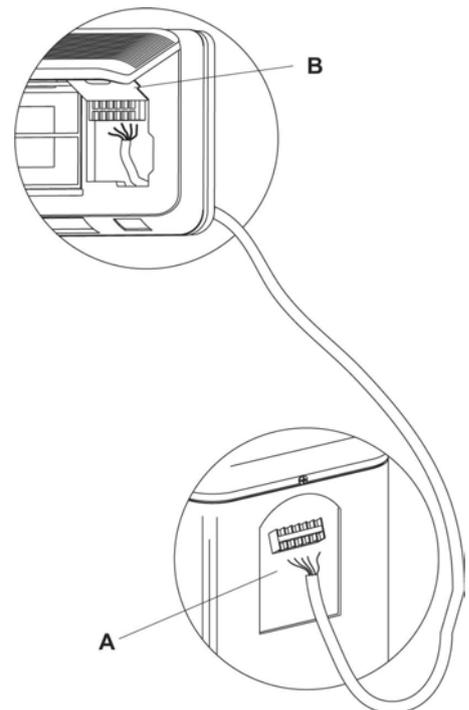

Fig.39
Aprire lo sportello superiore dell'unità esterna (fig. 39 rif. A), allentare la vite di fissaggio del fermacavo.
- Aprire lo sportellino dell'unità interna (fig. 39 rif. B)